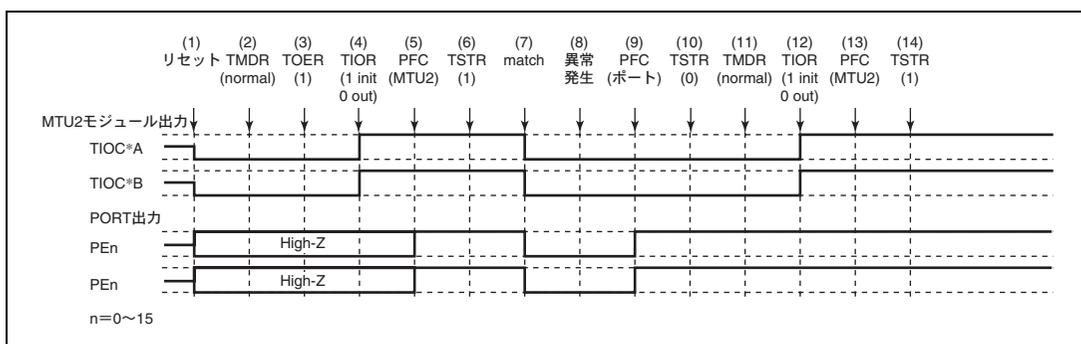

図 10.138 ノーマルモードで異常が発生し、ノーマルモードで復帰する場合
ノーマルモードで異常が発生し、再設定後ノーマルモードで再起動する場合の説明図を図 10.138 に示します。
- (1) ~ (10) は図 10.138 と共通です。
- (11) PWM モード 1 を設定します。
- (12) TIOR で端子を初期化してください (PWM モード 1 では TIOC*B 側は初期化されません。初期化したい場合はノーマルモードで初期化した後、PWM モード 1 に遷移してください)。
- (13) PFC で MTU2 出力としてください。
- (14) TSTR で再スタートします。
(1) ~ (10) は図 10.138 と共通です。
(11) PWM モード 2 を設定します。
(12) TIOR で端子を初期化してください (PWM モード 2 では周期レジスタの端子は初期化されません。初期化したい場合にはノーマルモードで初期化した後 PWM モード 2 に遷移してください)。
(13) PFC で MTU2 出力としてください。
(14) TSTR で再スタートします。
- (11) 位相計数モードを設定します。
- (12) TIOR で端子を初期化してください。
- (14) TSTR で再起動します。
(11) TIOR でノーマルモードの波形生成部を初期化してください。
(12) TIOR でノーマルモードの波形生成部の動作を禁止してください。
(13) TOER でチャンネル 3、4 の出力を禁止してください。
(14) TOCR で相補 PWM の出力レベルと周期出力の許可禁止を選択してください。
(15) 相補 PWM を設定します。
(16) TOER でチャンネル 3、4 の出力を許可してください。
(17) PFC で MTU2 出力としてください。
(18) TSTR で再スタートします。
- (1) ~ (13) は図 10.138 と共通です。
- (14) TOCR でリセット同期 PWM の出力レベルと周期出力の許可禁止を選択してください。
- (15) リセット同期 PWM を設定します。
- (16) TOER でチャンネル 3、4 の出力を許可してください。
- (17) PFC で MTU2 出力としてください。
- (18) TSTR で再スタートします。